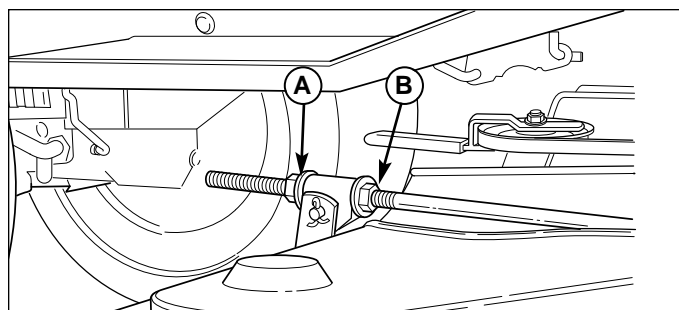

Abb. 40. Egalisieren des Mähwerks von vorne nach hinten
8. Zum Anheben des Mähwerks vorne Mutter (B) lösen und hintere Mutter (A, Abb. 40) zur Halterung drehen. Zum Absenken des Mähwerks vorne hintere Mutter (A) lösen, wodurch die Halterung nach hinten bewegt und die Stange verlängert wird.
9. Abmessung vor Anziehen der vorderen Mutter (B) gegen die Halterung nochmals prüfen.